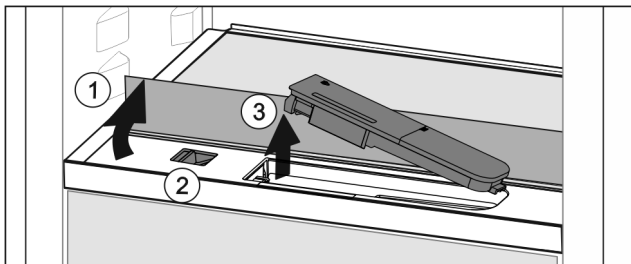

Fig. 48
- ▶ Підняти с кляну панель і відкинути до упору назад Fig. 48 (1).
- ▶ Посуньте повзунок Fig. 48 (2) уліво.
- ▶ Вийняти бак для води Fig. 48 (3).